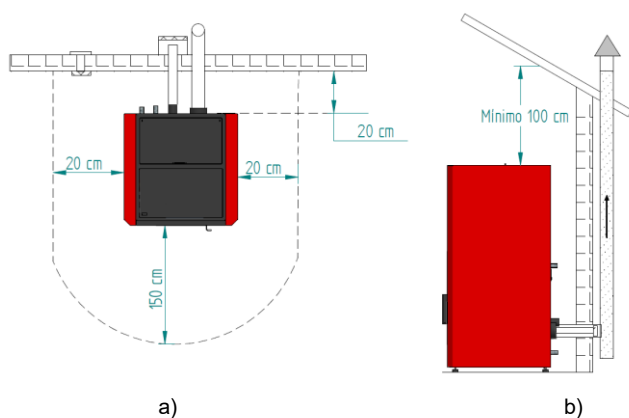

Figura 5 – Distâncias mínimas de todas as superfícies: a) vista superior da instalação do equipamento; b) vista lateral da instalação do equipamento
As distâncias mínimas da caldeira a *pellets* às superfícies especialmente inflamáveis estão representadas na figura 5.
- Conforme indicado na figura 5, a conduta de exaustão deve ser realizada de modo a que a limpeza e a manutenção sejam asseguradas pela inserção dos pontos de inspecção.